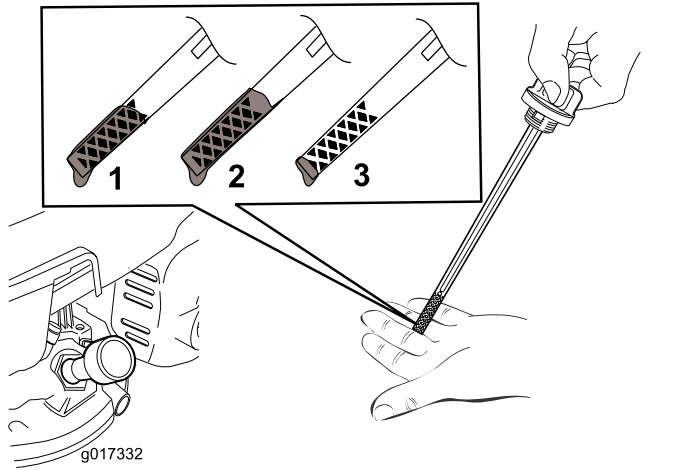

図 12
- オイルの量の確認方法は **図 12** を参照。
注 ディップスティックで量を確認しながら **図 12** に示される適正量までオイルを入れる。オイルを入れすぎてしまった場合には、**エンジンオイルの交換 (ページ 16)** の項に従って余分なオイルを抜き取ってください。